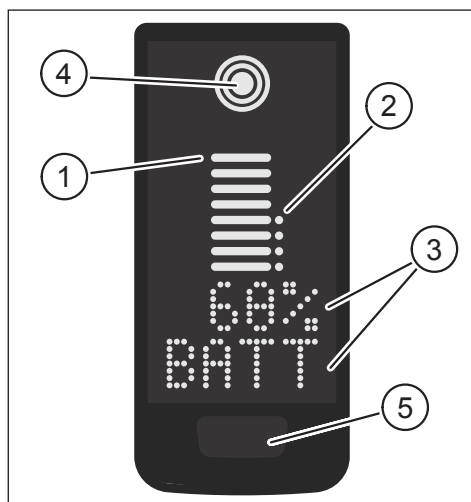
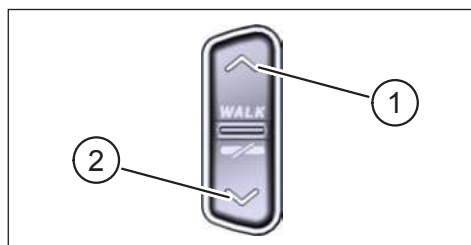

Abb. 1: Bedien- und Anzeigeelemente am Display
Abb. 2: Bedienelemente an der Remote
Pos. in Abb. 1	Beschreibung
Pos. in Abb. 2	Beschreibung
- ▶ Halten Sie die Bedientaste am Display (Pos. 5 in Abb. 1) und die Bedientaste UNTEN an der Remote (Pos. 2 in Abb. 2) für mindestens 5 s gedrückt.
- Mit einem **Doppelklick** auf die Bedientaste am Display (Pos. 5 in Abb. 1) wechseln Sie zur nächsten Bildschirmansicht.